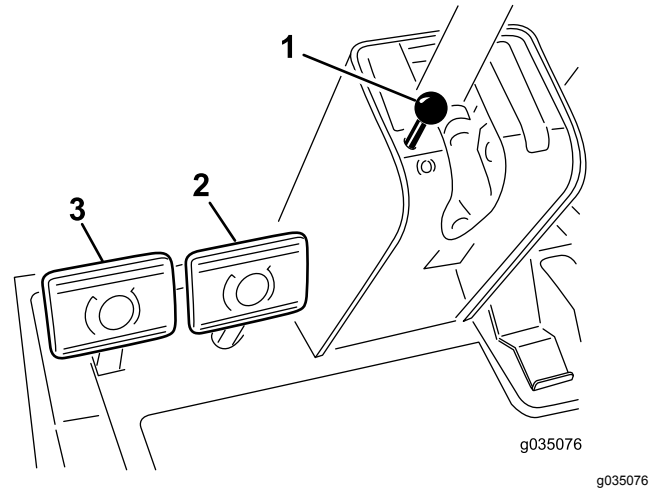
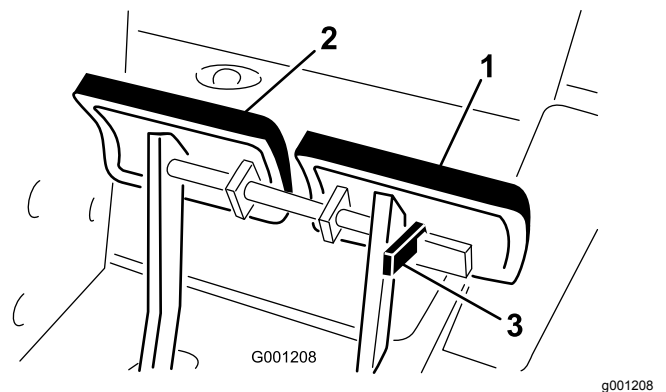

Figure 18
Figure 19
Les pédales de frein gauche et droite (Figure 18) sont reliées aux roues avant gauche et droite. Comme les freins fonctionnent indépendamment l'un de l'autre, ils peuvent servir à prendre des virages serrés ou à augmenter la traction si une roue a tendance à patiner sur certaines pentes. Toutefois, vous pouvez endommager l'herbe tendre ou humide si vous utilisez les freins pour braquer. Pour arrêter rapidement la machine, appuyez sur les deux pédales de frein simultanément. Verrouillez toujours les freins ensemble si vous transportez la machine (Figure 19).
19) sur la pédale de frein gauche pour la verrouiller avec la pédale de droite. Enfoncez ensuite les deux pédales à fond et tirez sur le bouton du frein de stationnement (Figure 18), puis relâchez les pédales. Pour desserrer le frein de stationnement, appuyez sur les deux pédales jusqu'à ce que le bouton se rétracte. Avant de démarrer le moteur, désengagez le bras de verrouillage de la pédale de gauche, pour permettre aux deux pédales de fonctionner indépendamment l'une de l'autre.